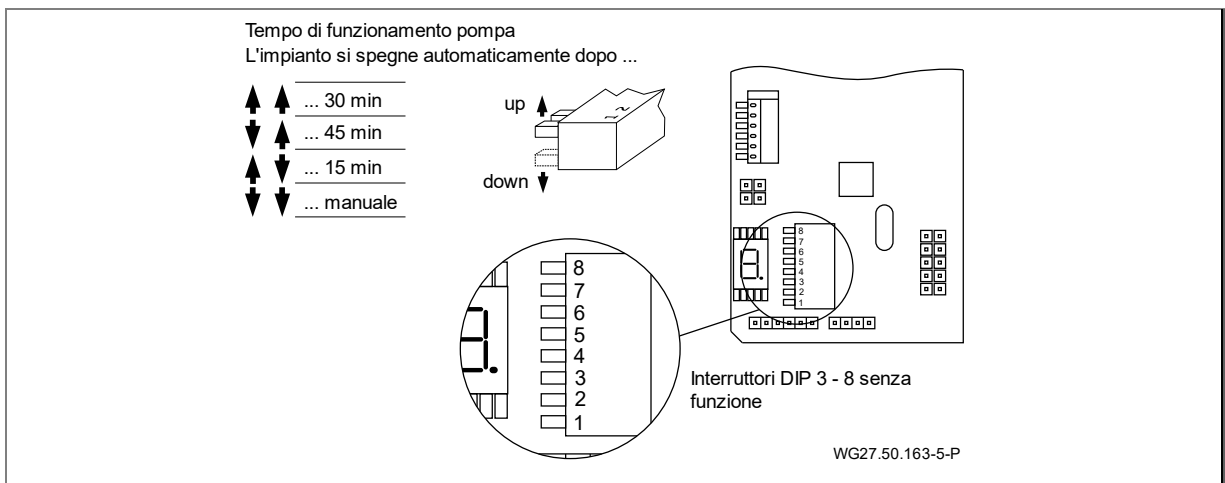

Fig. 24
3. Scaricare il tubo di aspirazione e di mandata poggiando su un sostegno. Vedere "Fig. 24" a pagina 28.